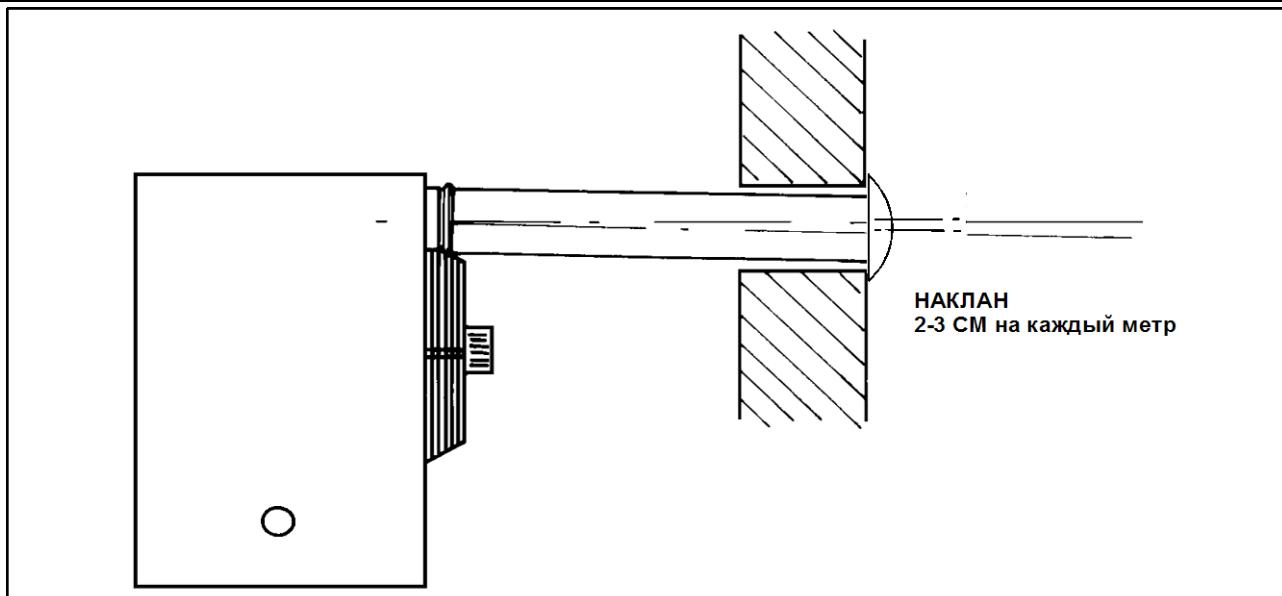
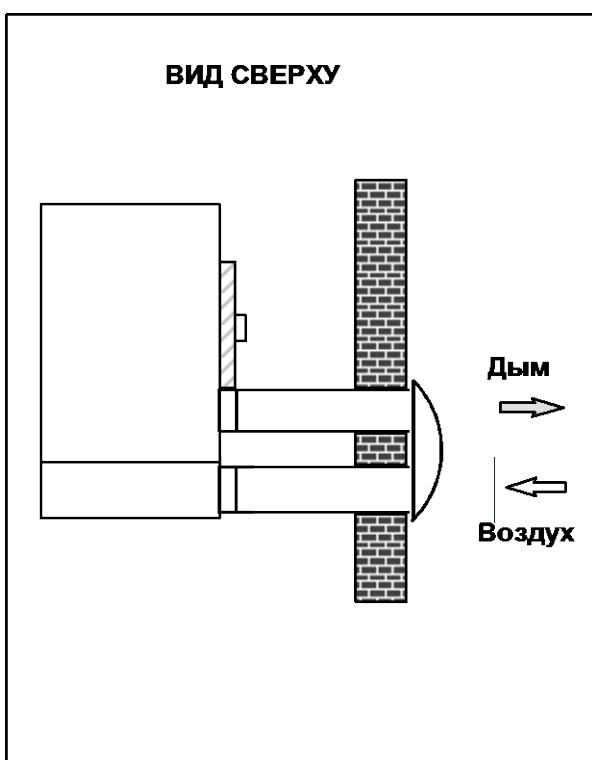
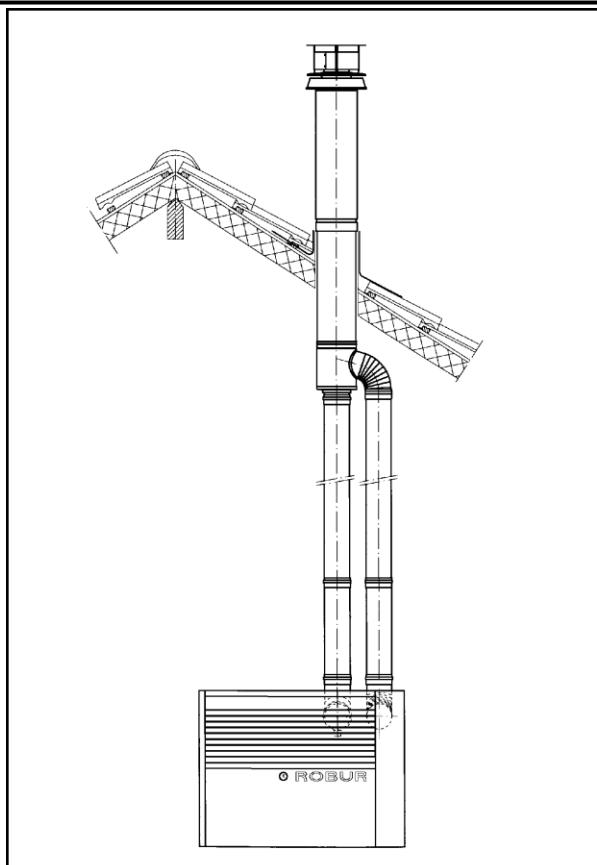

Рисунок 5 - НАКЛОН ГОРИЗОНТАЛЬНОЙ ТРУБЫ ДЫМОХОДА
Рисунок 8
Рисунок 10
- **тип установки C₁₃ и C₃₃:** рабочее пространство герметично относительно схемы сгорания. Установка с подачей входного воздуха и выходом выхлопных газов используя раздельные или концентрические трубы - горизонтально (для C₁₃ см. рисунок 8,9) или вертикально (для C₃₃ см. рисунок 10).
ПРИМЕЧАНИЕ: Если устанавливаются горизонтальные трубы, имеющие длину более 1 метра, труба дымохода должна устанавливаться с уклоном 2 - 3 см на каждый метр длины (см. рис. 5), чтобы предотвратить, попадание каплей конденсата в установку. Кроме того, чтобы правильно установить дымоходы и воздухозаборники обратитесь к данным на рис.8.